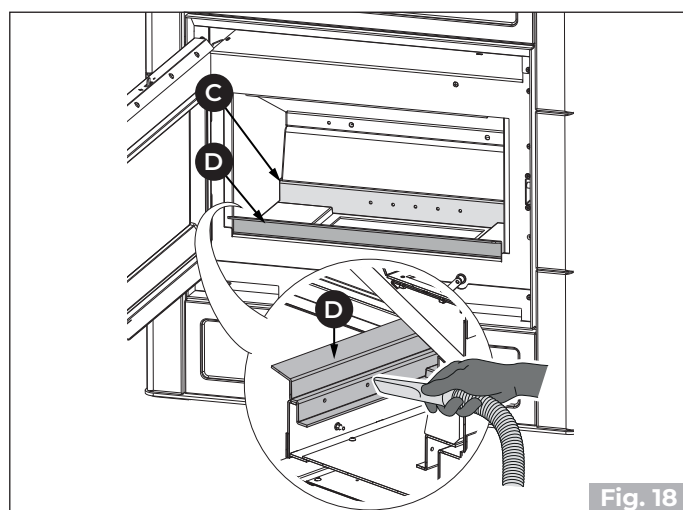

Fig. 18
- 3) Aspirare i fori posteriori (C) e anteriori (D - ove previsti) del distributore aria comburente al fine di evitare eventuali accumuli di cenere (Fig. 18).